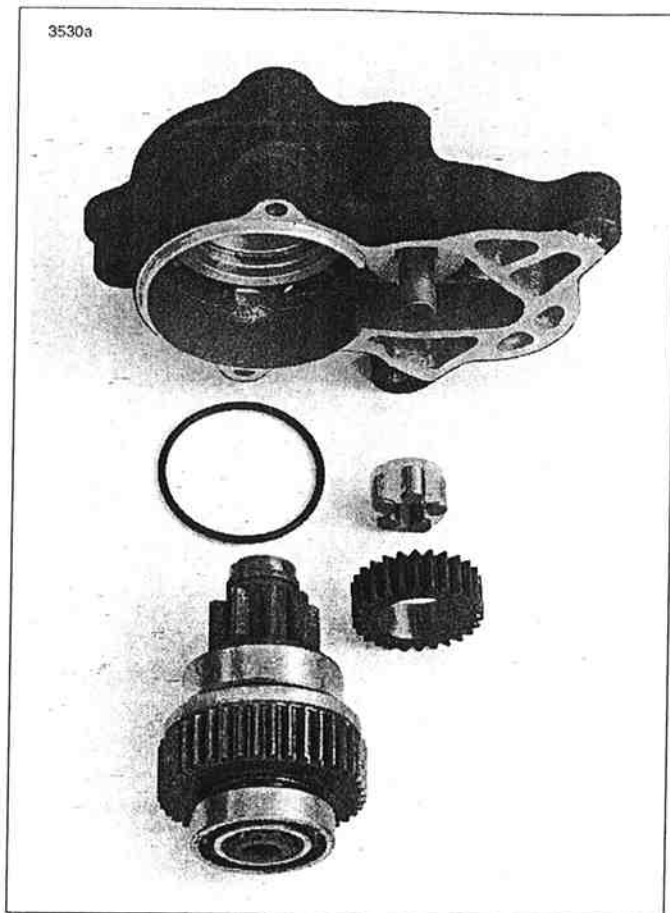

Figura 5-15. Conjunto de la propulsión del arranque
17. Vea la Figura 5-15. Quite la propulsión, engranaje loco, cojinete del engranaje loco y o-ring de la caja de propulsión (el o-ring se localiza en la ranura de la caja de propulsión).
Vea la Figura 5-15. y la Figura 5-4. No utilice solventes para limpiar el embrague del arranque (38). Está previamente lubricado y sellado. Si usa un solvente para limpiar el embrague del arranque, el lubricante se lavará y el embrague tendrá fallas.
1. Vea la Figura 5-15. Limpie, revise y lubrique los componentes del montaje de la propulsión. Lubrique las piezas con grasa de alta temperatura como LUBRIPLATE 110.